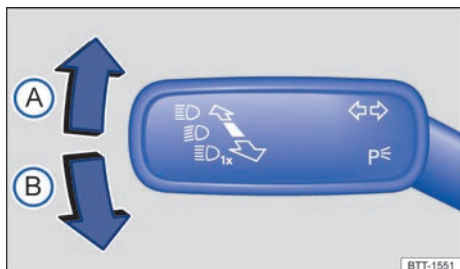

Fig. 105 En el lado izquierdo de la columna de dirección: palanca de los intermitentes y de la luz de carretera.
- Mueva la palanca de los intermitentes y de la luz de carretera → **fig. 105** desde la posición central a la posición deseada: